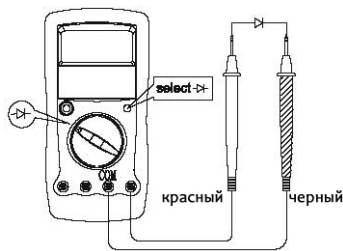

Рис.5.
10.2.2. Проверка диодов (См. Рис.5.).